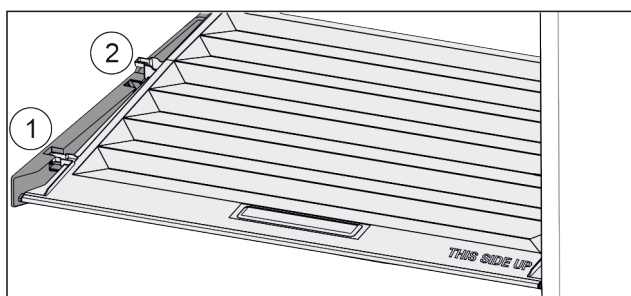

Fig. 98
- ▶ Vytáhněte víko dopředu až k otvoru v přídržných dílech Fig. 98 (1).
- ▶ Vzadu zespodu nadzvedněte a vyjměte směrem nahoru Fig. 98 (2).